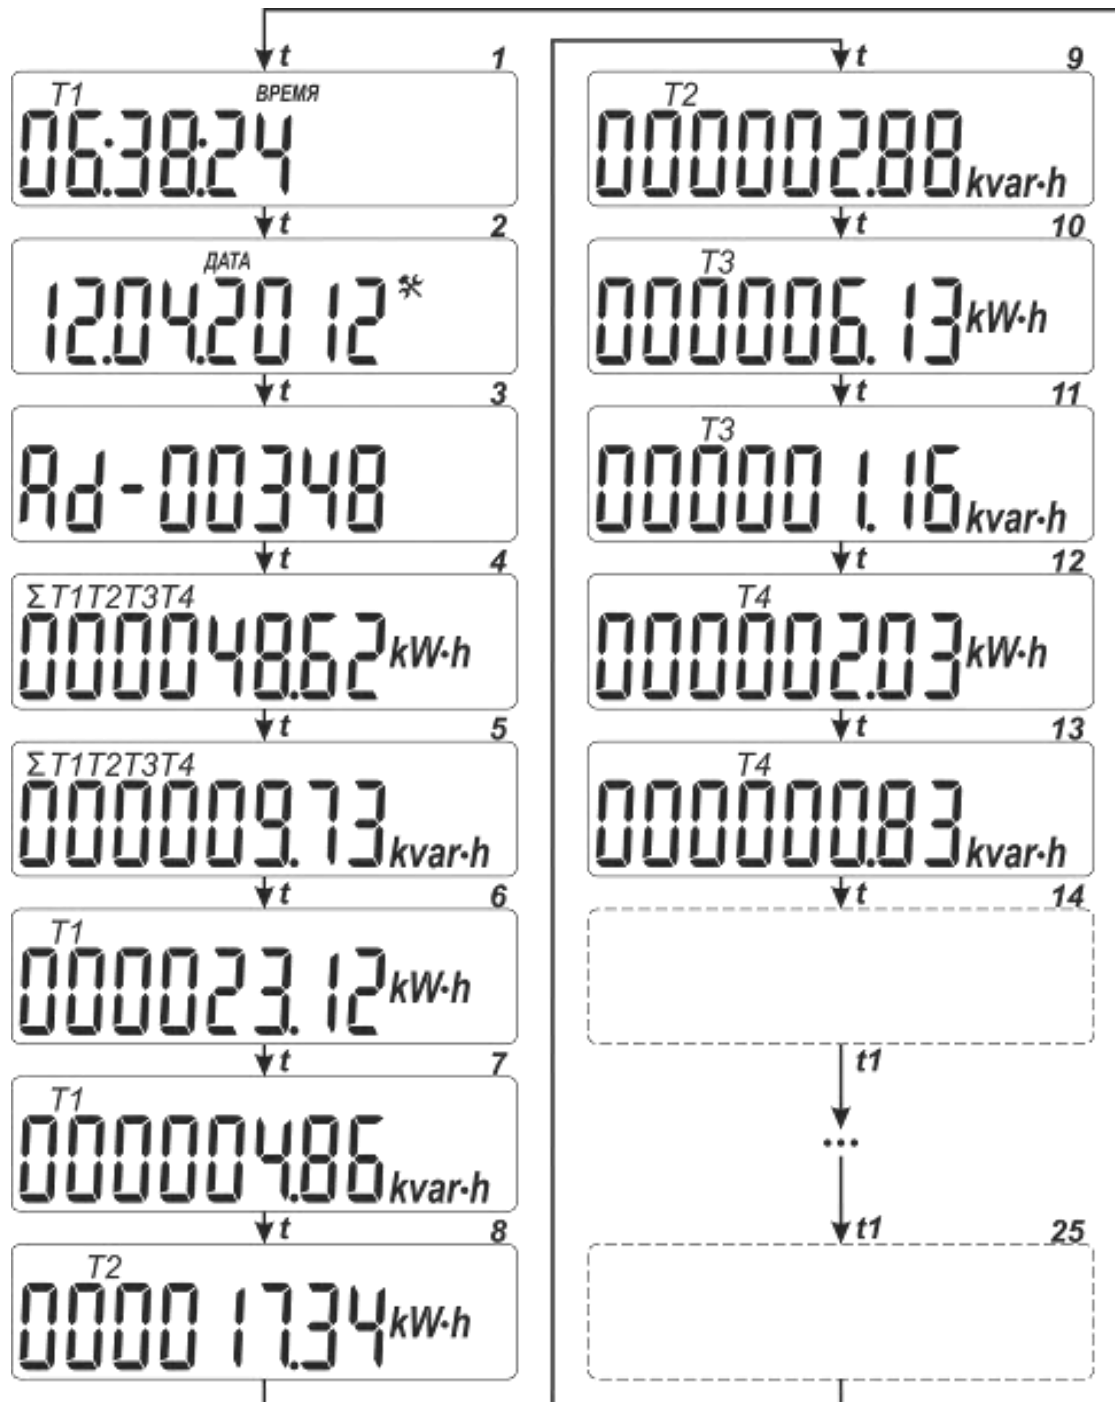

Рисунок 3.2 – Режимы циклической индикации счетчика
2.2.37 Для счетчиков с исполнением интерфейса RS-485 (или RF433/1 или RF2400/1) и оптическим портом в корпусе W2 и дополнительными функциями «MOV2» или «OV2» (согласно структуры условного обозначения, Приложение А), для активизации оптического порта счетчика необходимо нажать и удерживать кнопку «ПРОСМОТР» в течение (не менее) 3 сек, пока на индикаторе не включиться режим индикации «Адрес устройства» (рисунок 3.2, режим 3). После включения данного режима индикации оптический порт активен в течение 180 сек после последнего обмена информацией через него. В это время интерфейс RS-485 (или RF433/1 или RF2400/1) **НЕ РАБОТАЕТ**. Интерфейс RS-485 (или RF433/1 или RF2400/1) активен по умолчанию.
2.2.41 Для счетчиков с двумя интерфейсами RS-485 (согласно структуры условного обозначения, Приложение А) один интерфейс RS-485 №1 (основной) он подключен всегда, а интерфейс RS-485 №2 (дополнительный), логически совмещен с оптическим портом. Интерфейс RS-485 №2 (дополнительный) по умолчанию активен, а оптический порт неактивен. Для активизации оптического порта счетчика (при его наличии) необходимо нажать и удерживать кнопку «ПРОСМОТР» в течение (не менее) 3 сек, пока на индикаторе не включиться режим индикации «Адрес устройства» (рисунок 3.2, режим 3). После включения данного режима индикации оптический порт активен в течение 180 сек после последнего обмена информацией через него. В это время интерфейс RS-485 №2 (дополнительный) **НЕ РАБОТАЕТ**.